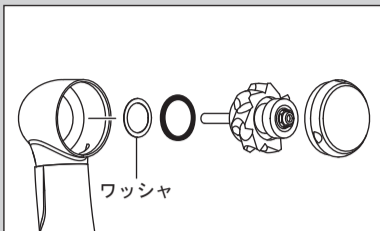

図11
- ご購入時期により、ヘッド内にカートリッジ、Oリングの他にワッシャが付いているものがあります(図11)。カートリッジ交換の際に確認し、ワッシャがあれば取り外してください。